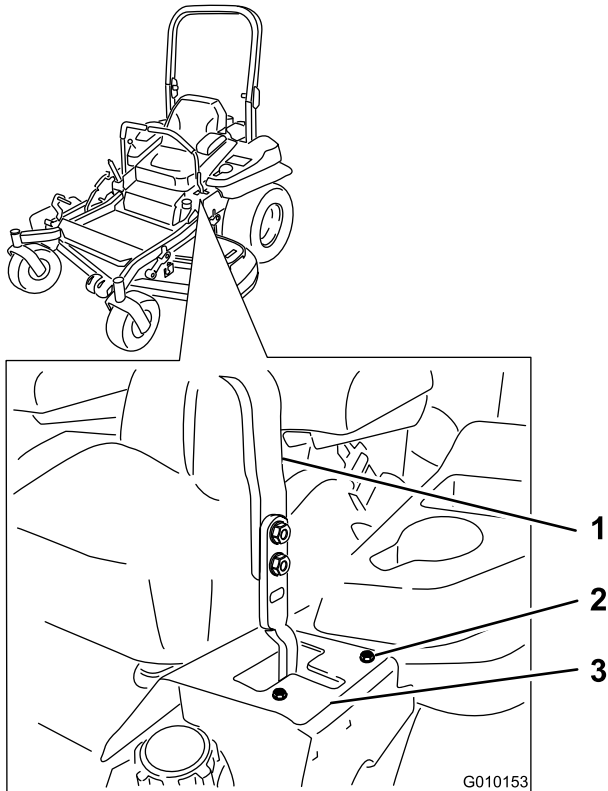

Figura 55
6. Si la máquina se desvía hacia la derecha, afloje los pernos y ajuste la chapa del tope izquierdo hacia atrás en la ranura en T de la izquierda hasta que la máquina avance en línea recta (Figura 55).
7. Si la máquina se desvía hacia la izquierda, afloje los pernos y ajuste la chapa del tope derecho hacia atrás en la ranura en T de la derecha hasta que la máquina avance en línea recta (Figura 55).
8. Apriete la chapa del tope (Figura 55).